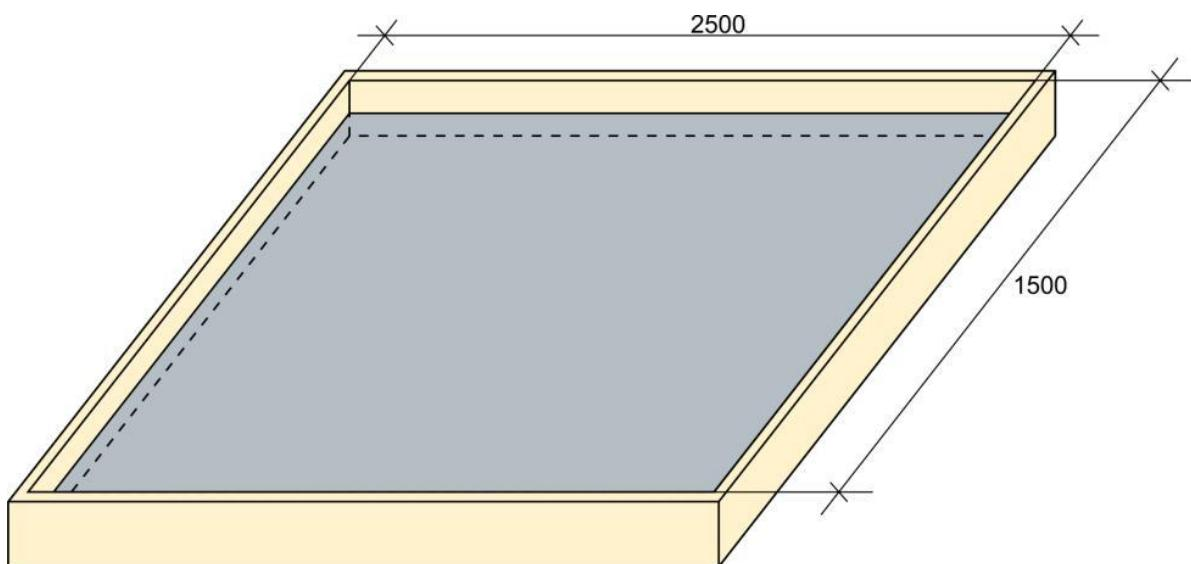

Рисунок 1.
1. Место (время) выполнения задания: Стенд из бруса (рисунок 1.).
A: Соответствие общего вида конструкции и ее размеров заданию (рисунок 1):